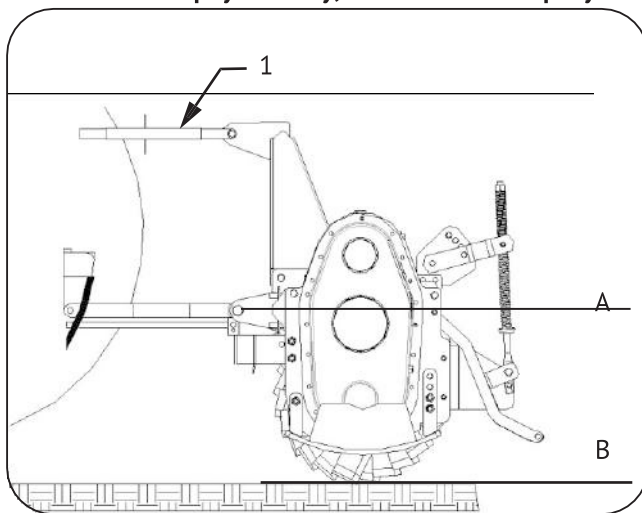

Рис. 6
- 4) Подсоедините верхнюю третью точку и правильно отрегулируйте ее с помощью регулятора (1 Рис. 6), убедившись, что верхняя поверхность машины (А Рис. 6) параллельна земле (В Рис. 6). Это очень важно, так как достигается параллельность между осью машины и осью BOM трактора. Когда орудие работает в таких условиях, нагрузка на BOM будет меньше, а карданный вал и орудие будут меньше подвержены износу.